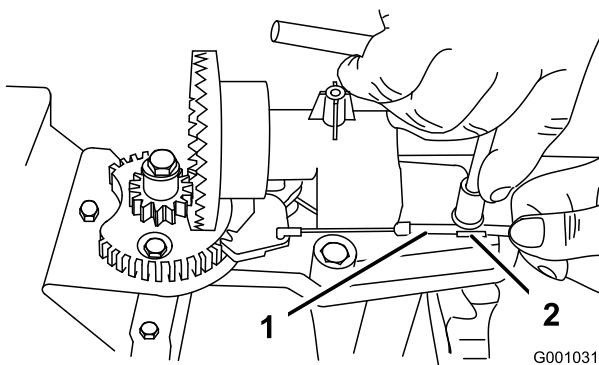
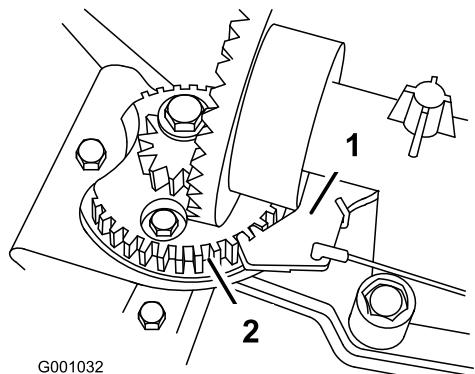

Рисунок 50
Рисунок 51
2. Ослабьте затяжку болта на хомуте кабеля (Рисунок 50).
- Захватите кабельный трубопровод и перемещайте его по направлению к передней части машины до тех пор, пока фиксатор желоба не войдет полностью в зацепление с зубчатой передачей редуктора (Рисунок 50 и Рисунок 51).
Примечание: Фиксатор подпружинен, и под действием пружины стремится войти в зацепление с шестерней редуктора (Рисунок 51).